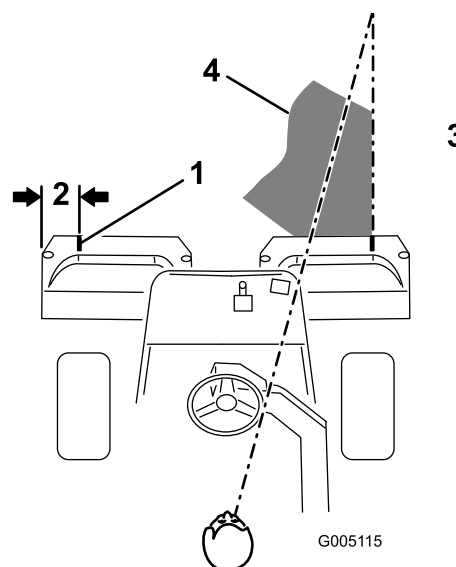
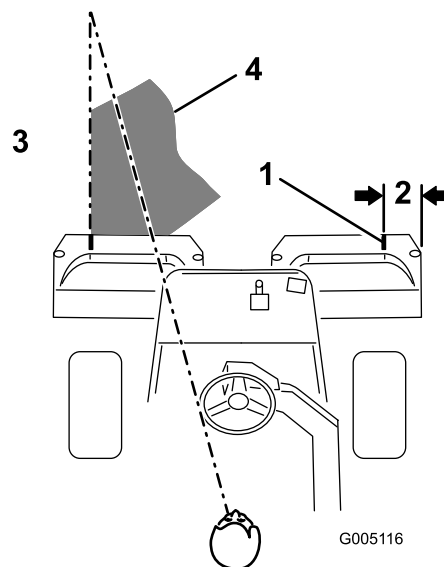

Figura 31
Figura 32
2. Coloque un trozo de cinta blanca o pinte una raya en cada recogedor, paralelo al borde exterior de cada uno (Figura 31).
3. Debe haber un solape mínimo con las pasadas anteriores. Para ayudar a mantener una línea recta a través del green y mantener la máquina a la misma distancia de la pasada anterior, establezca una línea imaginaria aproximadamente de 1,8 a 3 m por delante de la máquina hasta el extremo de la parte no segada del green (Figura 31 y Figura 32). Puede ser útil incluir el borde exterior del volante como parte de la línea imaginaria, es decir, mantener el borde del volante alineado con un punto que se mantiene siempre a la misma distancia de la parte delantera de la máquina (Figura 31 y Figura 32).